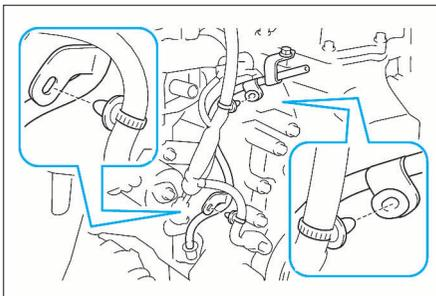

FIG. 21
- Dégager les colliers poser sur la tige-guide de niveau d'huile (Fig.21).